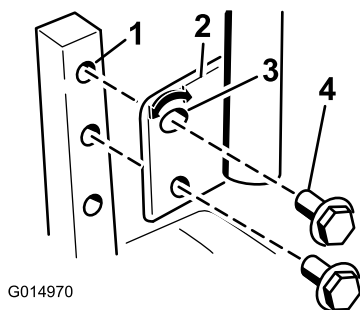

Figure 31
1. Enlevez les 2 boulons et les 2 rondelles qui fixent le levier de commande à l'arbre du bras de commande (Figure 31).
2. Placez le levier de commande dans les trous suivants. Fixez le levier avec les 2 boulons et les 2 rondelles (Figure 31).